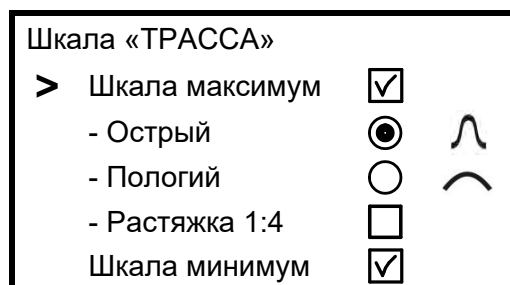

рисунок 3.1.в
- в пункте «Шкала «ДАТЧИК» (рисунок 3.1.г):